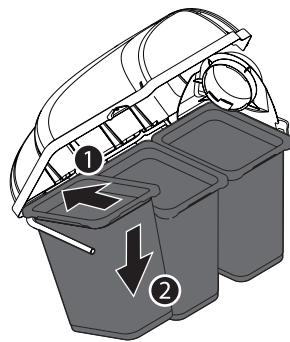

Figura 18
9. Coloque los tres conjuntos de bolsas (664-05681) en el conjunto de colgador insertando primero el borde delantero (1), y luego ajustando el borde posterior hacia abajo hasta que calce en el conjunto (2) como se muestra en la Figura 18.